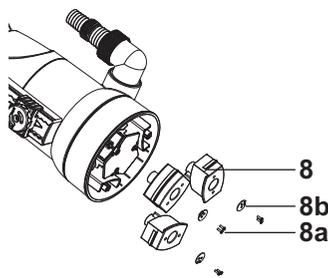

Fig. 10
- Déposer les extensions de base (8) en desserrant les vis et les rondelles avec un tournevis adéquat (Fig. 10).